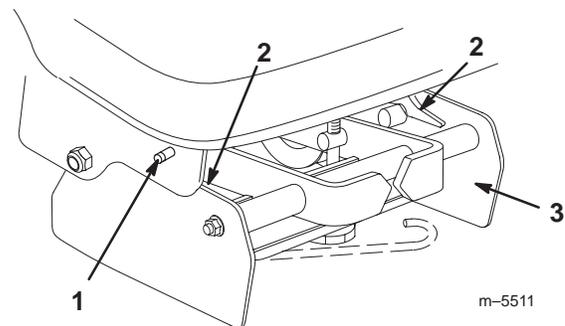

Bild 24
11. Drücken Sie zum Entfernen des Riemen-Umlenbocks die Entriegelungstasten vorne am Attach-A-Matic™ (Bild 24) und heben Sie die Hebelklinken an, um die Riegel zu öffnen, mit denen der Riemen-Umlenbock befestigt ist. Nehmen Sie den Riemen-Umlenbock heraus.